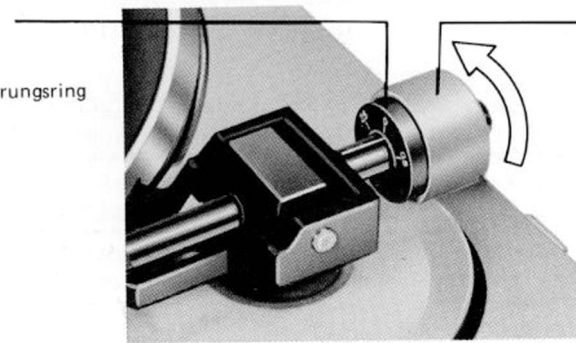

Fig. 3
4. Now, without moving the counterweight, set the calibration ring so that the "0" mark lines up with the line marked on the tonearm (Figure 3).
4. Sans toucher au contre poids mettez la bague de réglage de façon à ce que la marque du "0" prolonge la marque blanche du bras (figure 3).
4. Ohne dabei das Gegengewicht zu bewegen, verdrehen Sie den Ring mit der Auflagekraftmarkierung so, daß sich die Markierung 0 mit dem Strich auf dem Tonarm deckt (Bild 3).
4. Draai nu, zonder het contragewicht te verdraaien, de calibratiering naar de "0" positie (fig. 3).